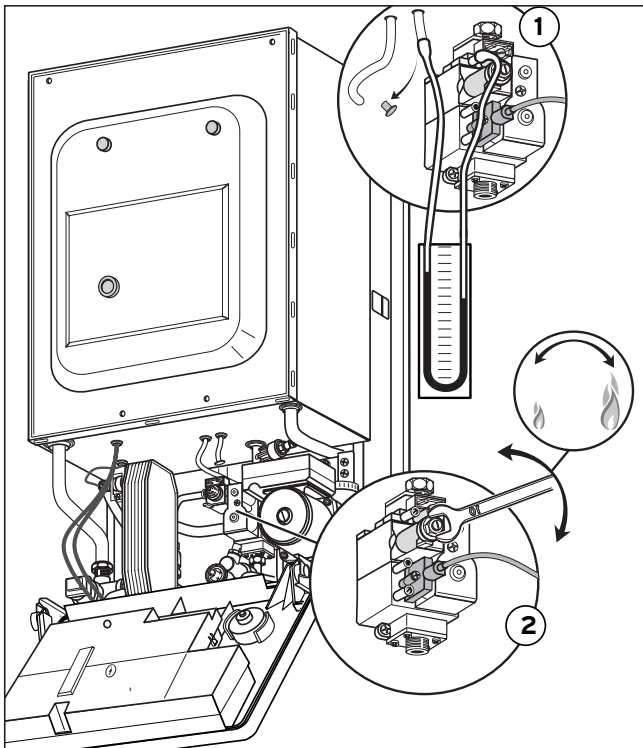

Abb. 5.3 Nennbelastung einstellen
Die Einstellung der größten Wärmebelastung ist nur nach der Umstellung auf eine andere Gasfamilie oder dem Austausch der Gasarmatur erforderlich. Um die größte Wärmebelastung einzustellen, gehen Sie bitte wie folgt vor (siehe Abb. 5.3):
- Nehmen Sie das Digital-Manometer oder U-Rohr-Manometer wieder ab, drehen Sie die Dichtungsschraube (1, Abb. 5.3 oder 5.4) an der Gasarmatur wieder fest und stecken Sie den Stopfen auf.